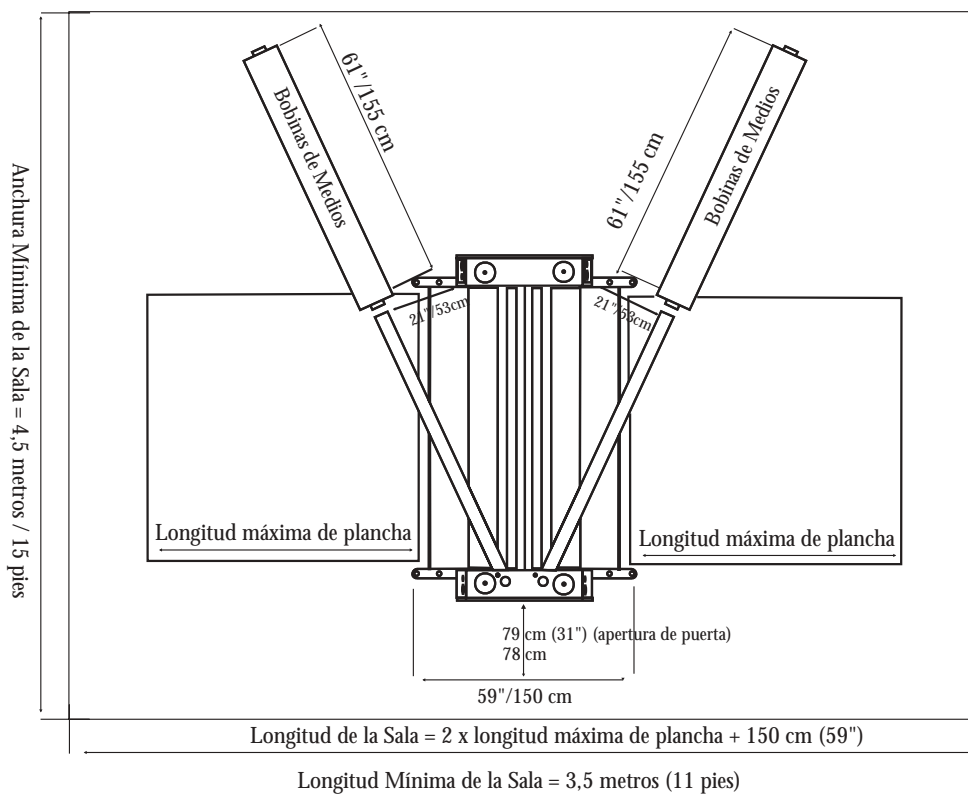

Figura 2. Diagrama de zona de trabajo
- La plastificadora lleva ruedas para facilitar su desplazamiento. Llevar el aparato al punto donde se lo va a instalar. (Véase diagrama Zona de trabajo – Figura 2).